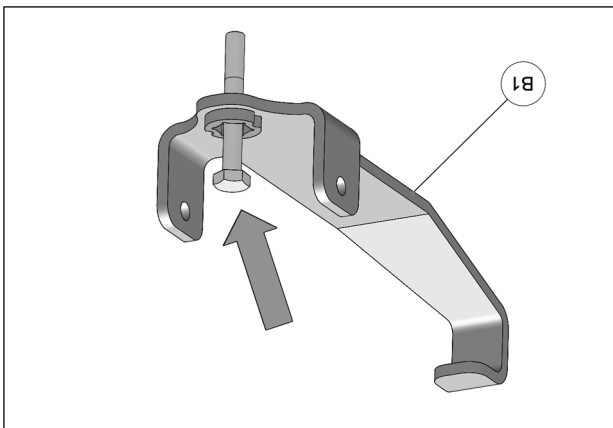

Fig. 4
4. Insérer les boulons dans chacun des ancrages (B1) de suspension arrière tel que montré à la Fig. 4